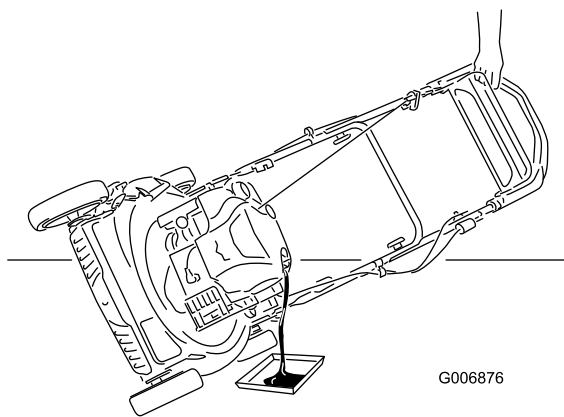

Figura 31
3. Coloque el cortacésped de lado con el filtro de aire hacia arriba para drenar el aceite usado a través del tubo de llenado de aceite (Figura 31).